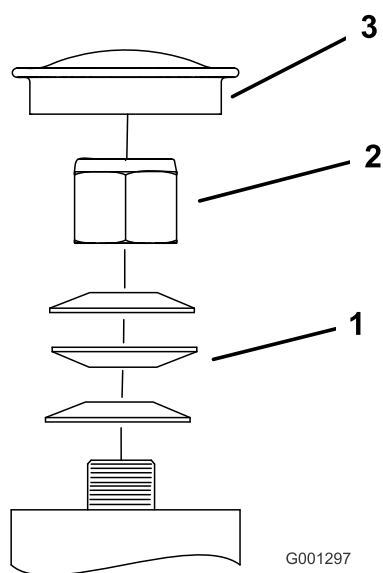

Figure 66
3. Retirez le couvre-moyeu de la roue pivotante et serrez le contre-écrou (Figure 66).
4. Continuez de serrer le contre-écrou jusqu'à ce que les rondelles élastiques soient aplaties, puis desserrez-le d'un quart de tour pour obtenir la précharge correcte des roulements (Figure 66).
Important: Veillez à placer les rondelles élastiques comme montré à la Figure 66.
5. Reposez le couvre-moyeu (Figure 66).